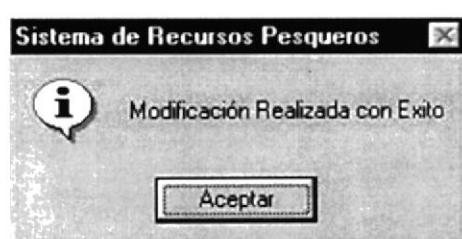

Figura 6.4 Mensaje de Modificación
- Una vez que ha escrito y confirmado la nueva contraseña deberá dar click en el botón "Grabar" entonces aparecerá el siguiente mensaje (ver figura 6.4)